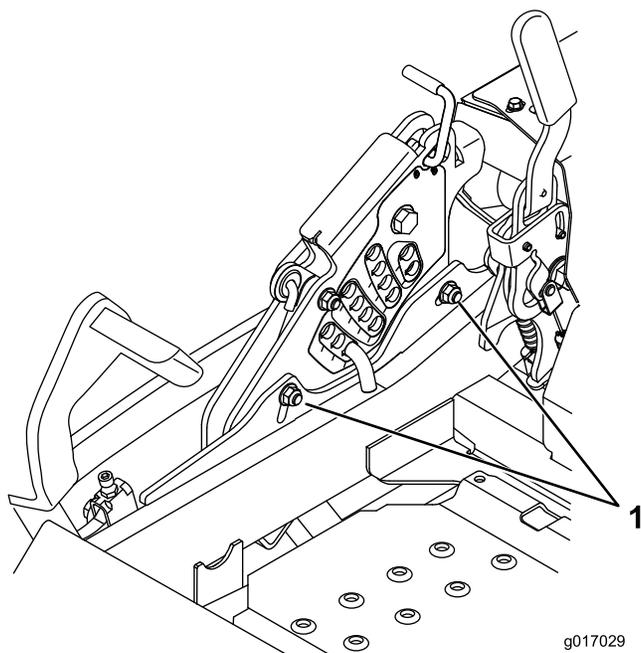

Figure 92
12. Pour régler le système monopoint, desserrez les deux boulons au bas de la plaque de hauteur de coupe Voir la Figure 92.
14. Serrez les deux boulons au bas de la plaque de hauteur de coupe (Figure 92). Serrez à un couple de 37 à 45 Nm.